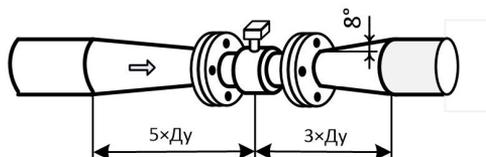

Рисунок 5.2 – Примеры применения сужений/расширений
**Использование сужений или расширений** на входе и выходе допускается, если диаметр трубопровода не соответствует внутреннему диаметру сенсора ( $D_u$ ). Конусность перехода не должна превышать  $8^\circ$  (рисунок 5.2).